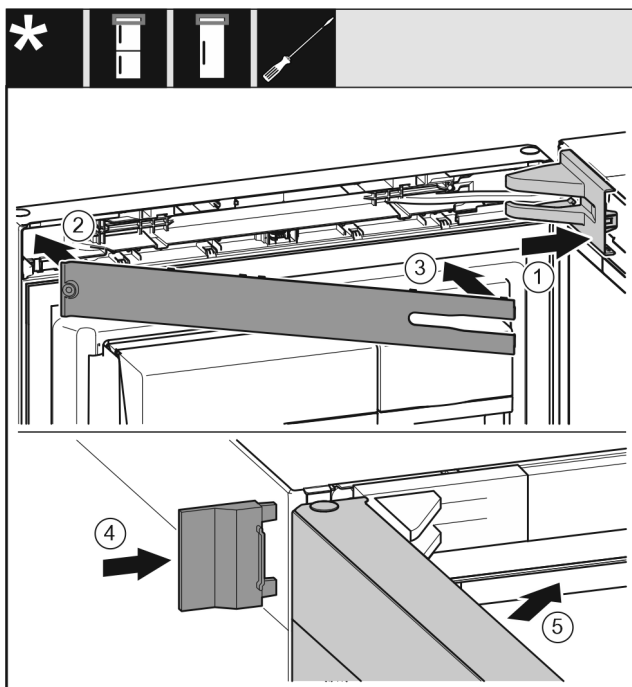

Fig. 51
- Poser et enclencher le cache du support de palier, l'introduire en appuyant délicatement. Fig. 51 (1)
- Poser le cache. Fig. 51 (2)
- Incliner le cache et l'enclencher. Fig. 51 (3)
- Enfiler le cache extérieur. Fig. 51 (4)
- Fermer la porte supérieure. Fig. 51 (5)